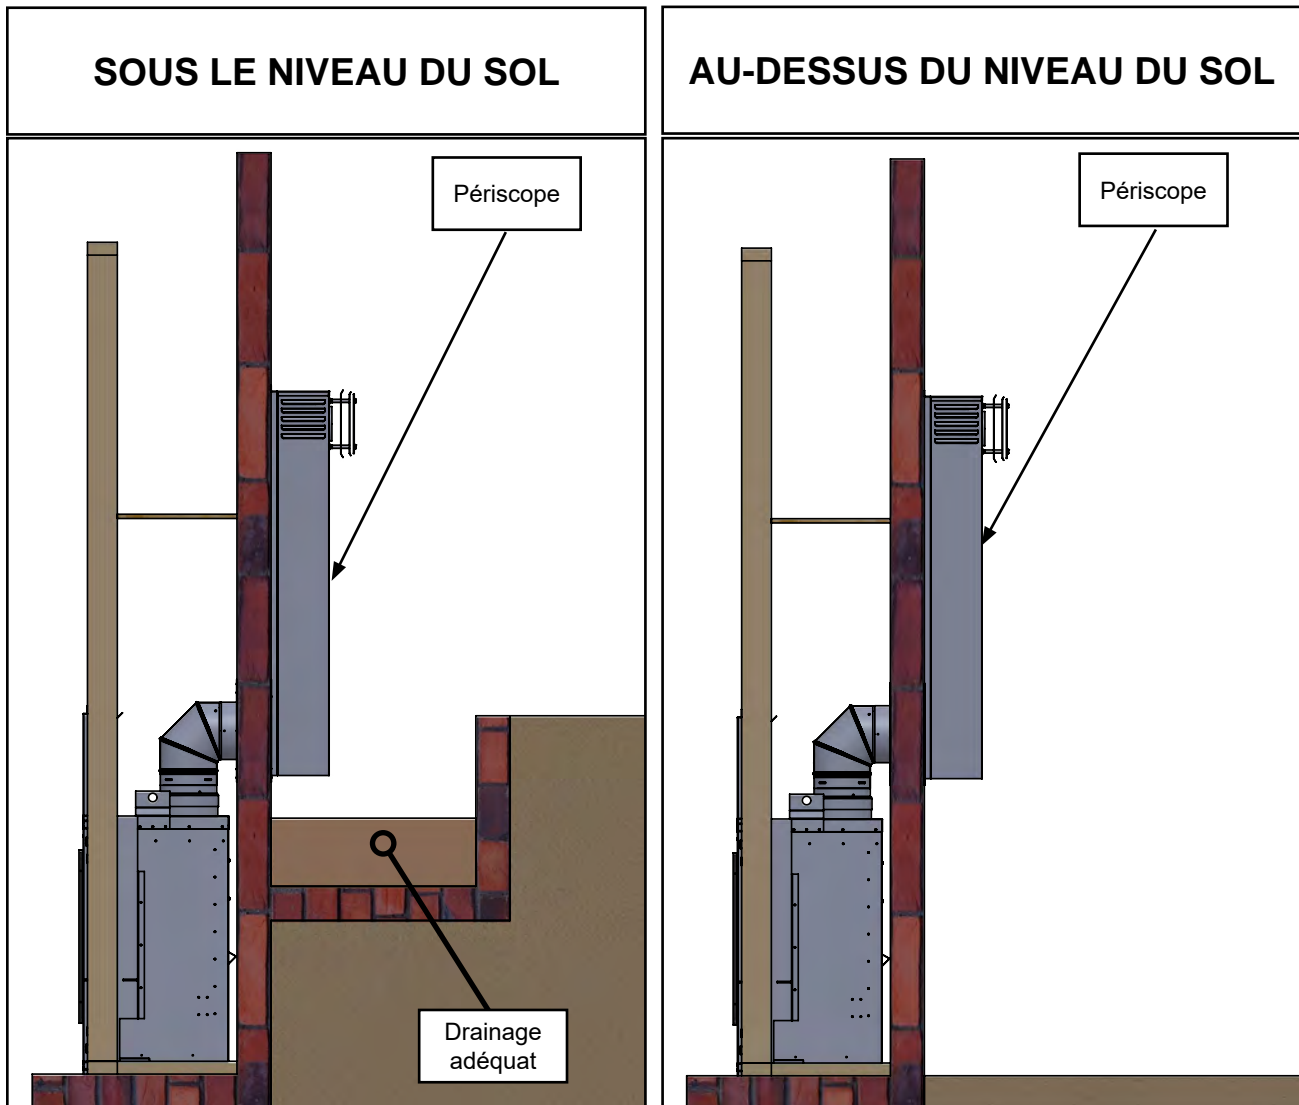

Figure 10.7.01
- Un périscope possède deux coudes de 90° qui comptent dans le calcul du nombre de coudes permis pour le système de cheminée. Par exemple, l'installation illustrée à la **Figure 10.7.01** utilise 3 coudes de 90°.
- Si la terminaison périscopique est installée sous le niveau du sol (p. ex. : pour un sous-sol), un drainage adéquat doit être conçu pour empêcher l'eau d'entrer à l'intérieur de la terminaison périscopique (voir **Figure 10.7.01**).